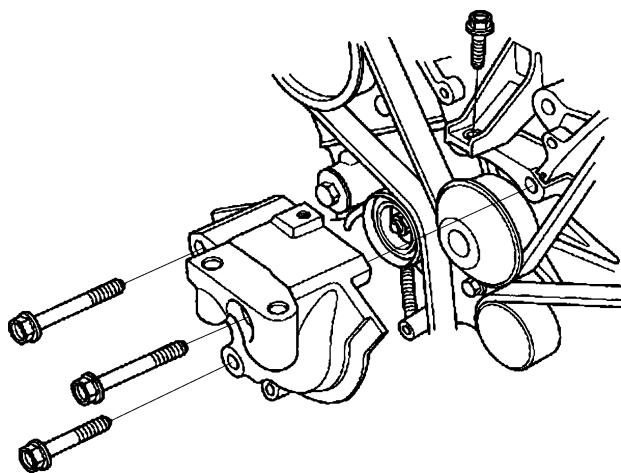

图 23-56 拆卸发动机侧面安装支架的下半部分
15) 如图 23-56 所示, 拆卸发动机侧面安装支架的下半部分。